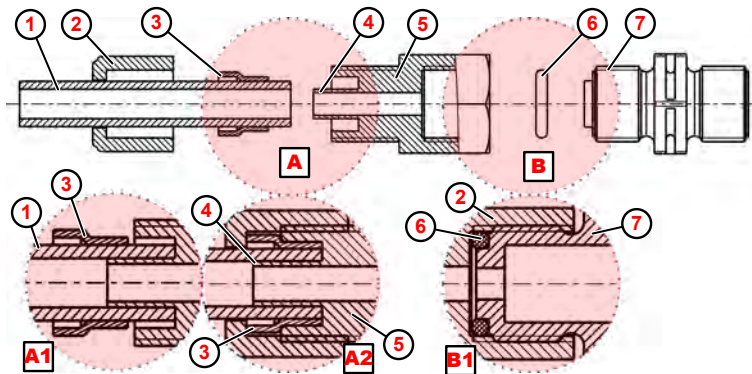

Fig. 17: Conexión de manguera y de tubo con manguito de apoyo integrado
1. ➤ Colocar la junta tórica (Fig. 17 , ⑥) en la ranura de la válvula de descarga o aspiración ⑦ .
2. ➤ Apretar la unión roscada ⑤ (detalle B1) .
3. ➤ Realizar un corte recto en la manguera ① .
4. ➤ Empujar la tuerca de unión ② sobre la manguera ① .
5. ➤ Empujar el anillo de apriete ③ sobre la manguera ① .
6. ➤ Empujar la manguera ① hasta el tope del manguito de apoyo ④ (detalle: A1) .
7. ➤ Apretar la unión roscada ⑤ (detalle A2) .